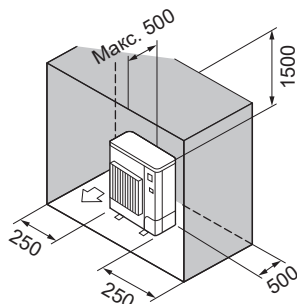

Fig. 2-12
- ⑥ Перешкоди лише ззаду, з боків та зверху (Fig. 2-12)